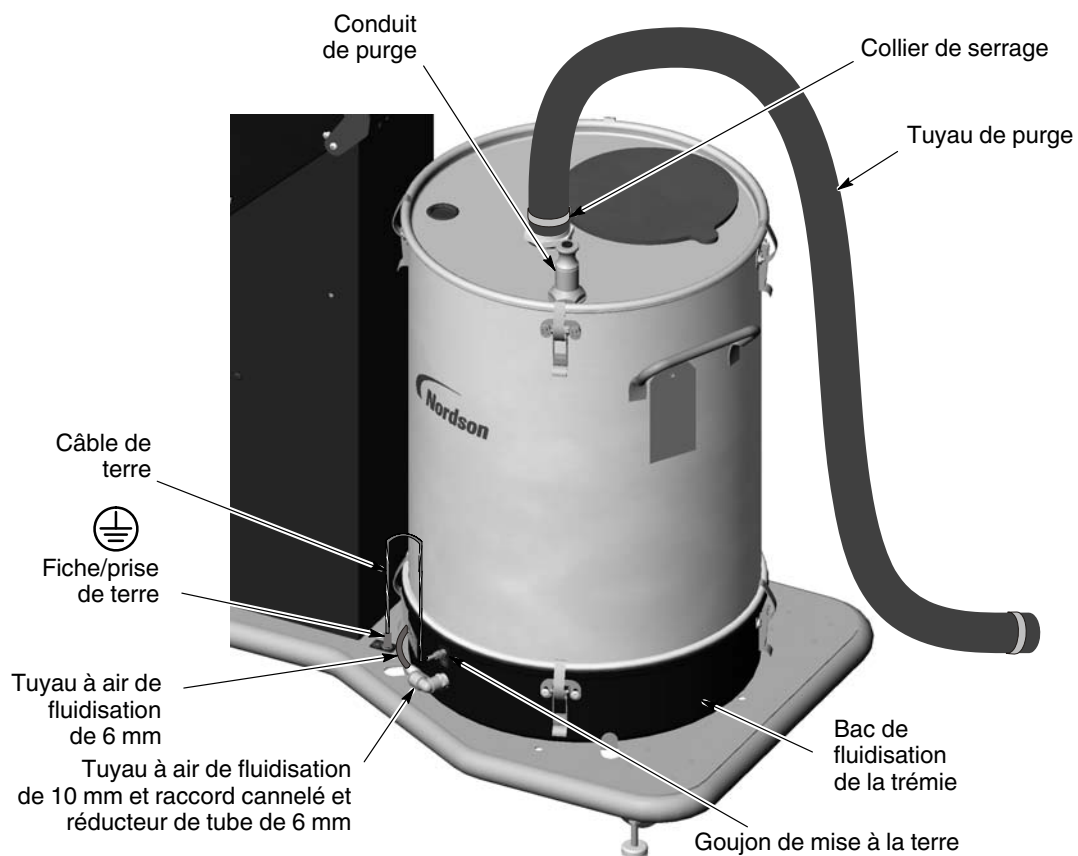

Figure 3-2 Installation de la trémie sur le diable du système mobile
1. Voir la figure 3-2. Déclipser le couvercle de la trémie et retirer le tuyau de purge et les pinces à tuyau.